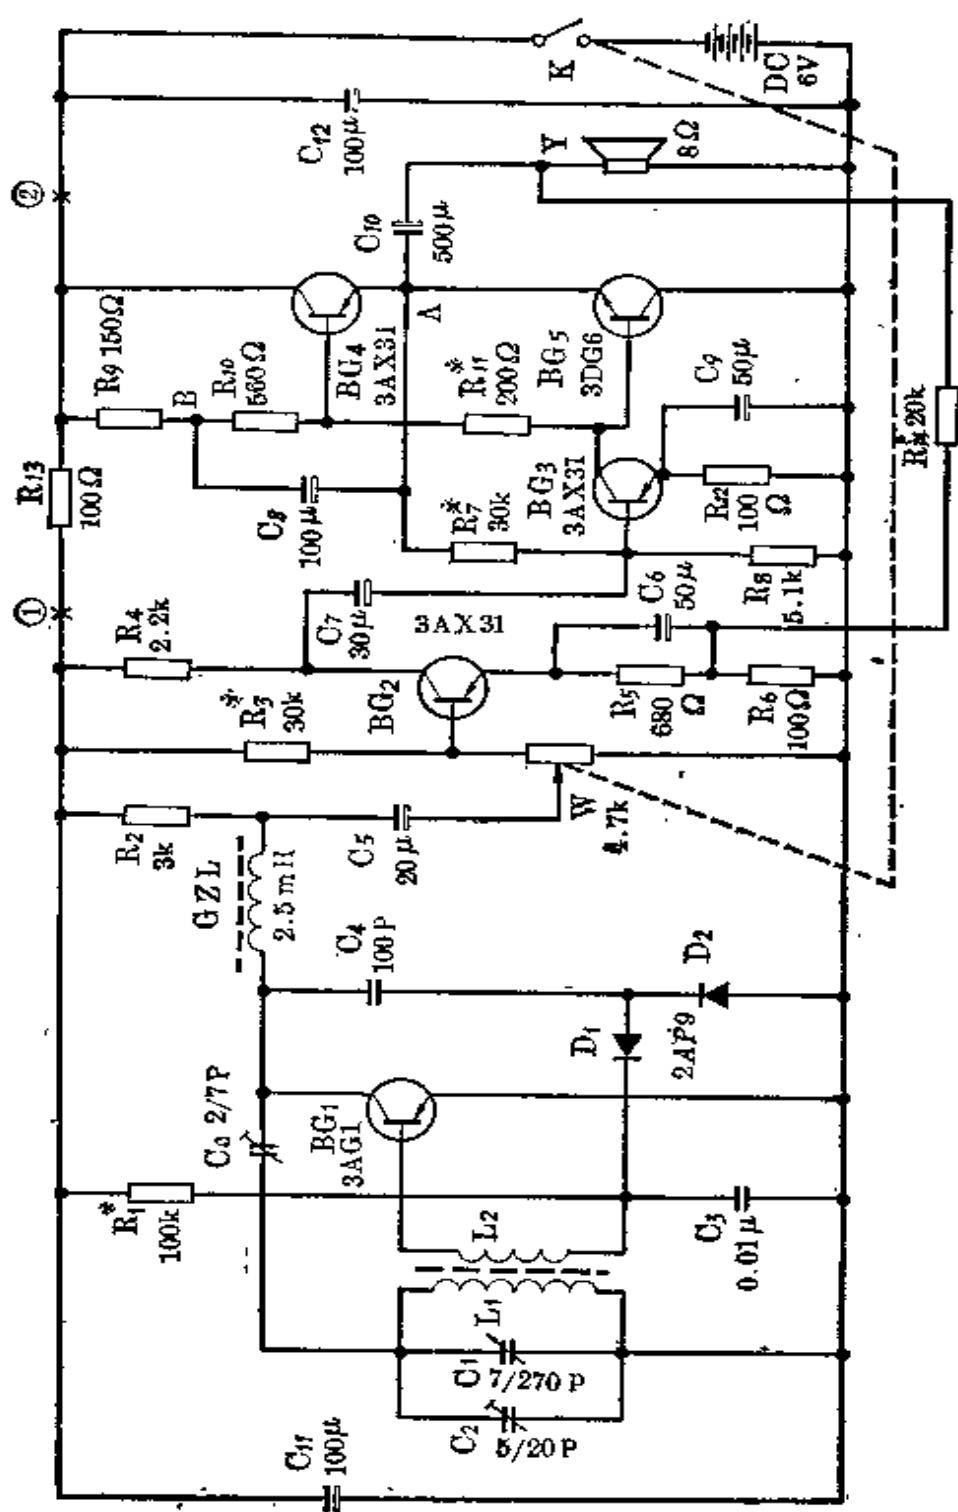

图 10-12
(1) 把音量开关开至最小位置。将图 10-12 中  $R_{11}^*$  两端用导线短接。调节  $R_7^*$  大小，用万用电表测量 A 点电压，使 A 点对地的电压等于电源电压的一半，本机 A 点对地电压应为 3 伏(或者用万用表分别测量  $BG_4$ 、 $BG_5$  的发射极与集电极之间的电压，使两者相等)。如果调节  $R_7^*$  时，A 点对地电压